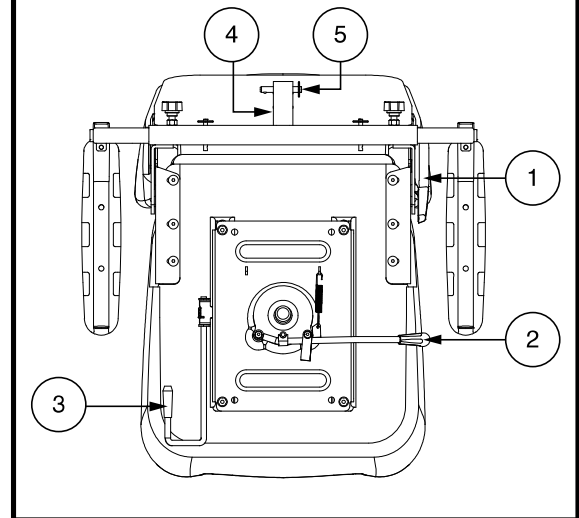

Figure 22. Réglage du siège – Style B
Si votre scooter est équipé d'un siège à dossier inclinable, vous pouvez changer l'inclinaison du dossier avec le levier de réglage du dossier. **Voir la figure 22.**
1. Déplacez le levier coulissant du siège (situé sur le côté inférieur gauche du siège) vers l'extérieur. **Voir la figure 22.**
Le support d'accessoire monté à l'arrière vous permet d'attacher un accessoire personnel comme un panier, support pour marchette ou réservoir d'oxygène à l'arrière de votre scooter. Utiliser la goupille de verrouillage afin de bien fixer votre article au support d'accessoire. **Voir la figure 22.** Consultez votre marchand autorisé pour plus de détails.